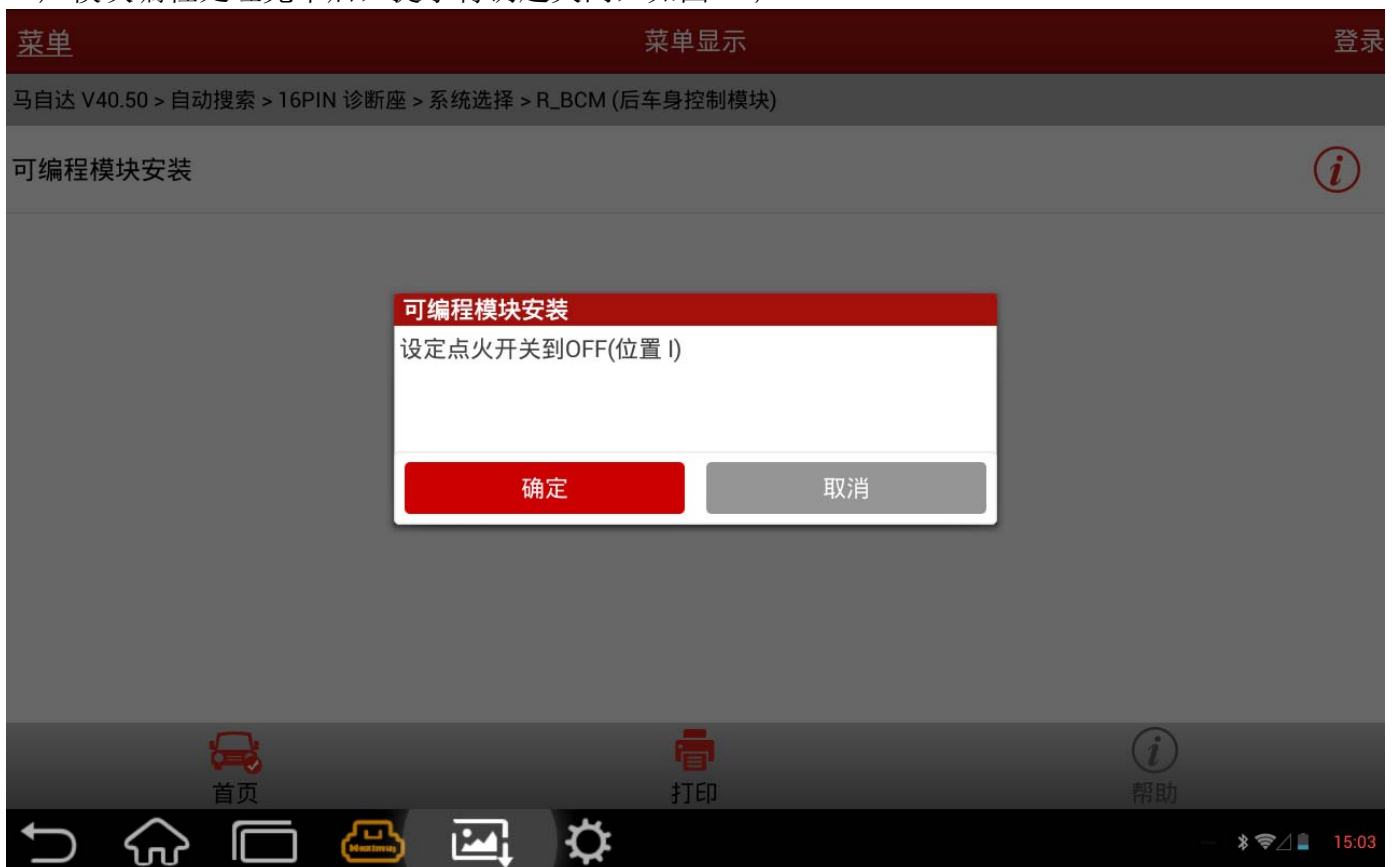

图 11
11). 模块编程处理完毕后, 提示将钥匙关闭, 如图 11;